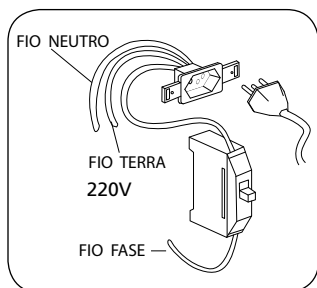

Fig. 10
- Utilizar um disjuntor termomagnético monopolar de 16 A no fio fase, se o sistema elétrico 220 V, de sua residência, for de uma fase mais neutro [fig. 10]. Devido a norma de segurança, recomendamos a utilização do dispositivo de proteção interruptor diferencial residual [DR, $I_n=25$ A, $I_{\Delta n}$ (sensibilidade)=30mA]